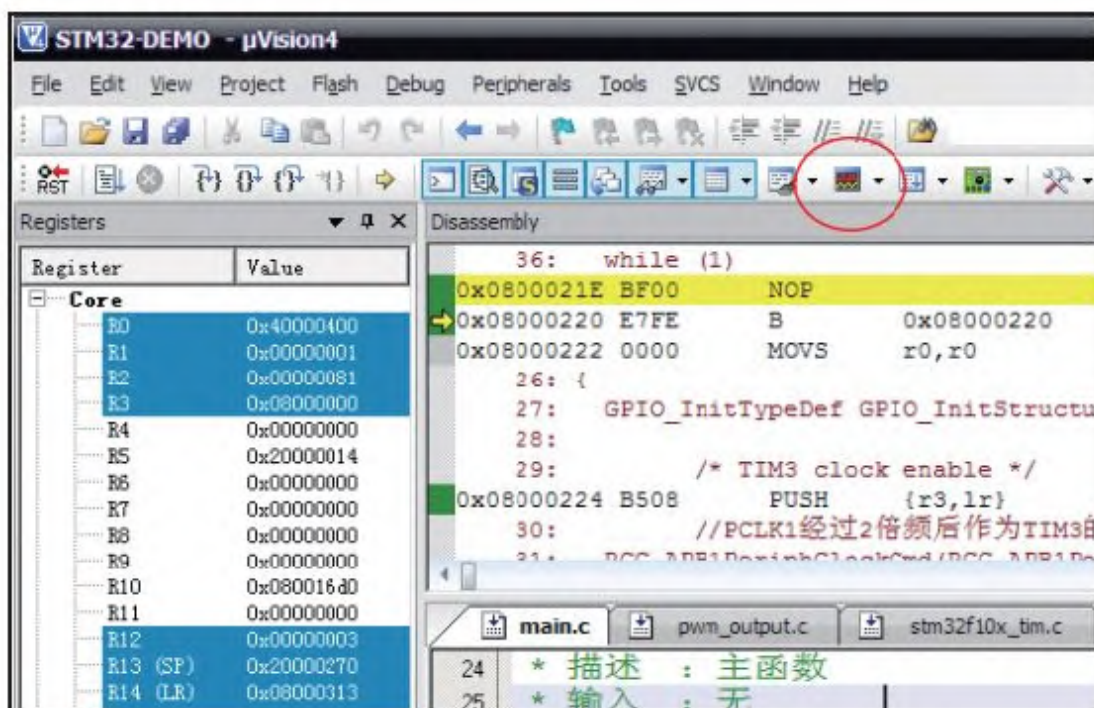

图 13-14 点击Analysis Windows
2) 点击Analysis Windows选项图标，见图13-14。